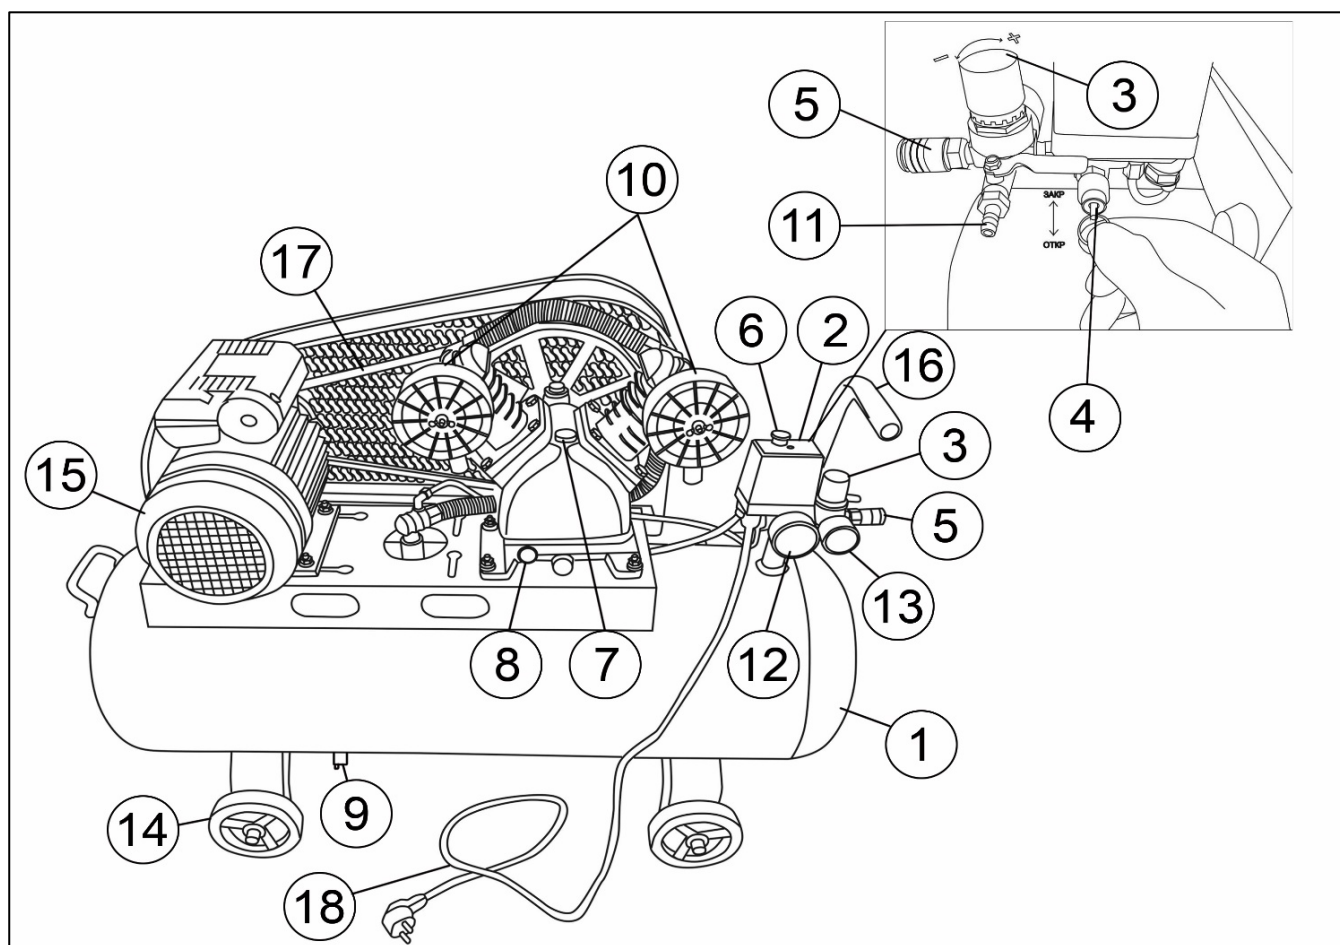
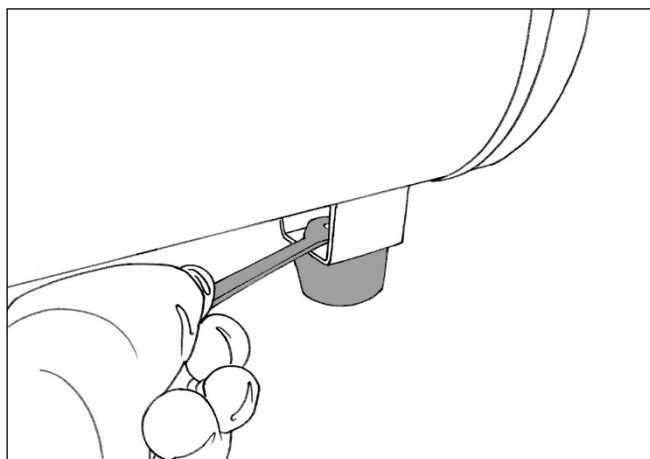

Рис. 2 Общий вид КМП-450/50Р, КМП-450/100Р, КМП-680/100Р
Рис. 3. Установка подножки
- Установите колеса и резиновую подножку при помощи болтов из комплекта, как показано на рис.2 и рис.3, если они не были установлены.